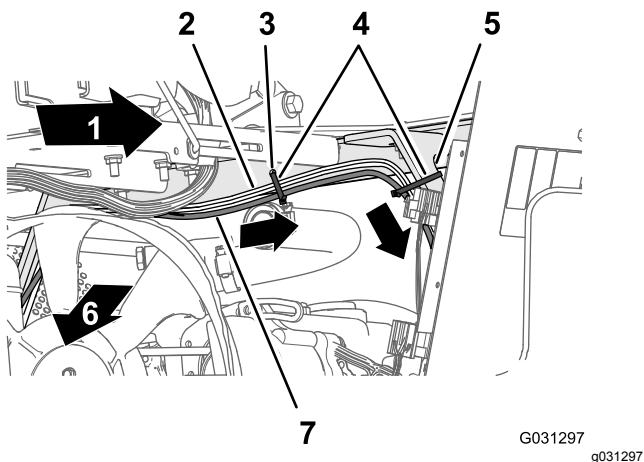
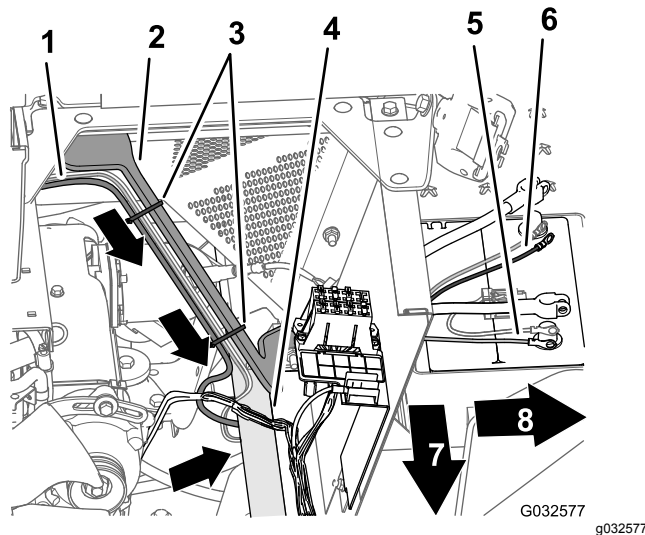

Figura 139
Figura 140
- Enrute la rama de 220 cm del arnés eléctrico del sistema de navegación abajo por el soporte izquierdo de la cubierta del motor y por debajo del larguero izquierdo del bastidor (Figura 139).
- Sujete el arnés al orificio del ángulo de la caja del asiento y al soporte de la cubierta del motor con 3 bridas (Figura 139 y Figura 140).
- Enrute el fusible de 10 A y los terminales de anillo positivo y negativo de la rama de 220 cm del arnés de cables del sistema de navegación a la parte superior de la batería (Figura 140).